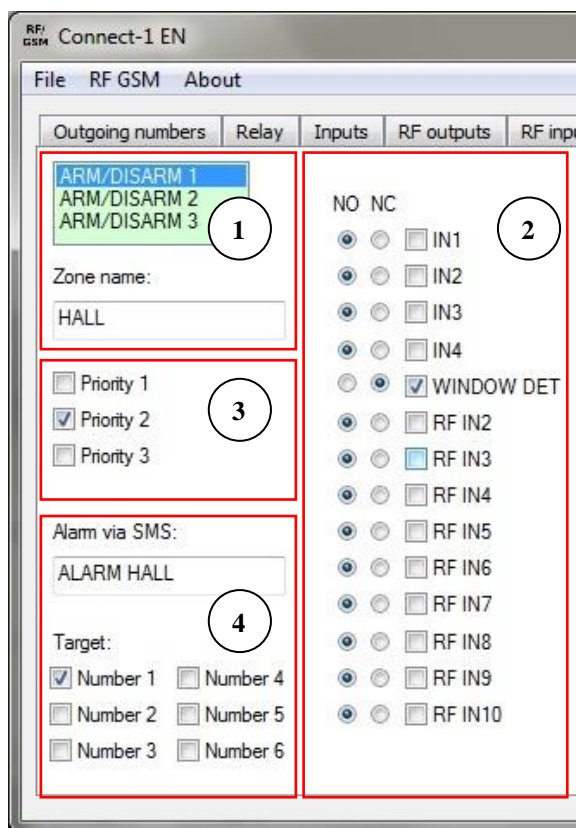

Рисунок 24: Вкладка "ARM/DISARM" – выбор входов в контролируемой зоне и ввод параметров этой зоны.
2. Галочки используются для выбора входов, которые формируют единую контролируемую зону. Для каждого входа можно выбрать – является ли он положительным или отрицательным (NO, NC) входом (см. рисунок 24).